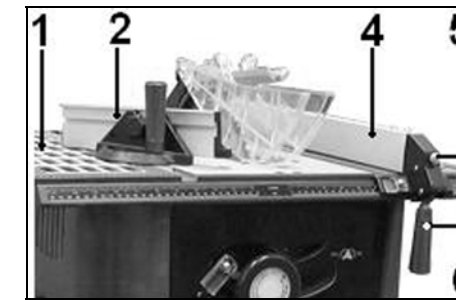

Рис. 6.
### 8.4. Установка параллельного упора и упора для косо́го и поперечного пиления (Рис.6)
8.4.1. Установите упор для косо́го и поперечного пиления (2) в паз рабочего стола (1) как показано на Рис. 6.